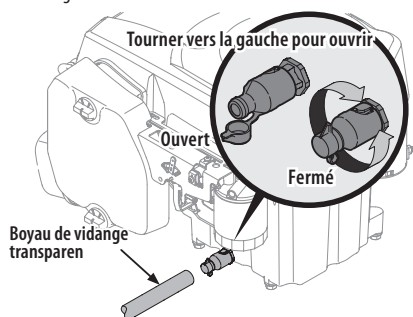

Figure 27
4. Retirez le capuchon protecteur de la soupape de vidange. Voir Figure 27.